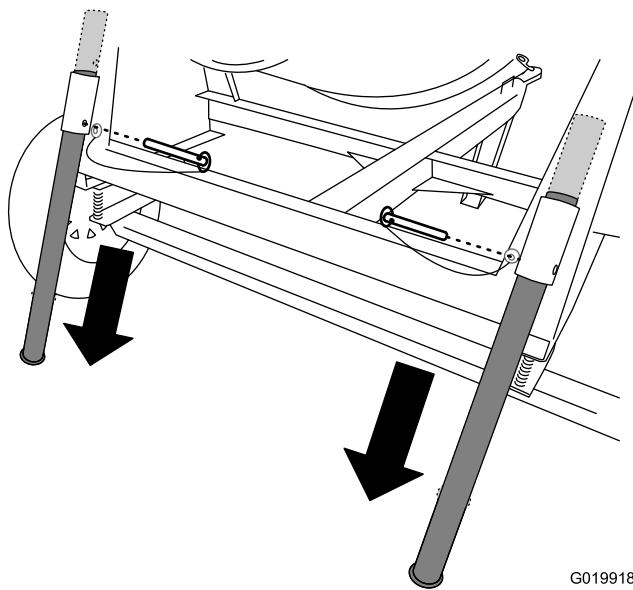

Figura 29
1. Retire el pasador de horquilla de una de las patas estabilizadoras traseras y del soporte (Figura 29).
2. Deslice la pata estabilizadora hacia abajo en el soporte, y alinee el taladro del soporte superior con el taladro superior de la pata estabilizadora (Figura 29).
3. Introduzca el pasador de horquilla a través de los taladros del soporte y de la pata estabilizadora (Figura 29).